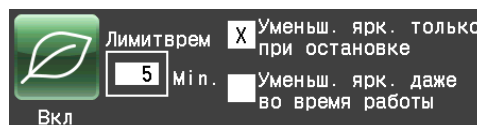

Рис. 3-4-5 (4b) Диалоговое окно, появляющееся при включении режима уменьшения яркости подсветки
- Нажатие min. при включенном режиме уменьшения яркости подсветки приведет к открыванию экрана, показанного на Рис. 3-4-5 (4с), что позволяет установить время включения режима уменьшения яркости подсветки. Вы можете установить время от 1 до 180 минут с шагом в одну минуту.
- Касание экрана в режиме уменьшения яркости подсветки приведет к возврату экрана к обычной яркости, настроенной в действии (1).